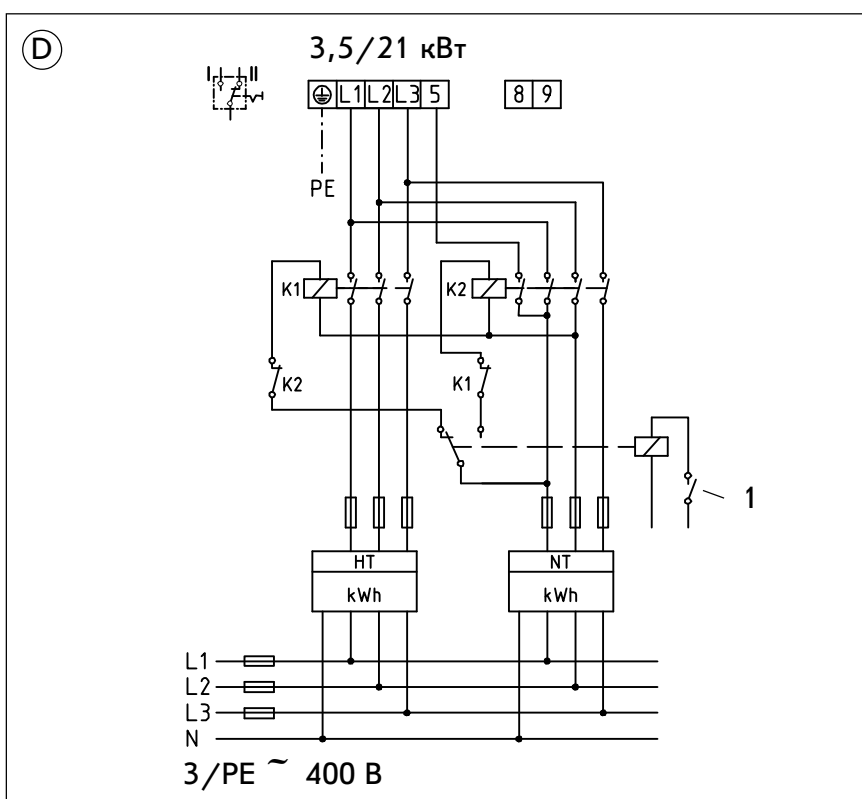

Рис. 14
**Д** Измерение с помощью двух счетчиков, рис.14